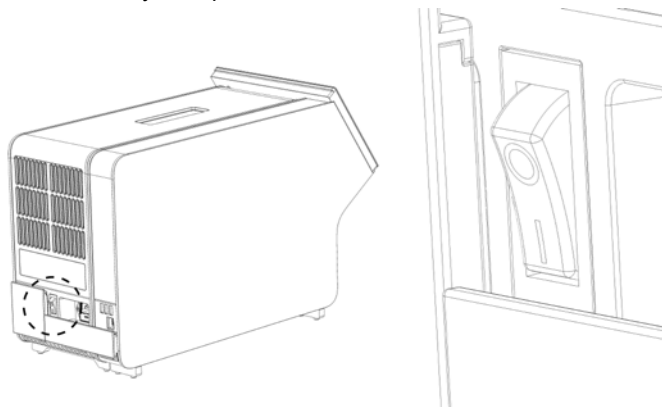

Рис. 21. Розташування вимикача живлення та переведення його в положення «I».
10. Увімкніть прилад, перевівши вимикач на задній панелі аналітичного модуля в положення «I» (Рис. 21). Перевірте, чи стали індикатори стану аналітичного й операційного модулів синіми.